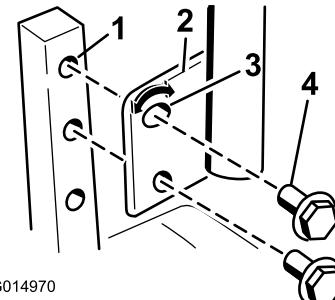

Bild 23
- Entfernen Sie die beiden Schrauben, mit denen der Schalthebel am Schalthebelarm befestigt ist (Bild 23).
- Setzen Sie den Schalthebel in die nächste Lochposition. Befestigen Sie den Hebel mit den zwei Schrauben (Bild 23).
- Lösen Sie die untere Schraube genug, um den Schalthebel nach vorne oder hinten zu drehen (Bild 23). Ziehen Sie beide Schrauben fest, um den Schalthebel in der neuen Stellung zu arretieren.